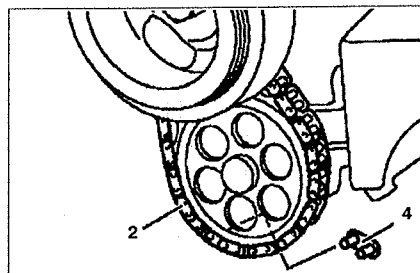

Рис. 2.86. Соедините концы новой цепи 2 с помощью нового промежуточного звена 4.
5. Отсоедините старую цепь 1 и соедините концы новой цепи 2 с помощью нового промежуточного звена 4 (см.рис.2.86).